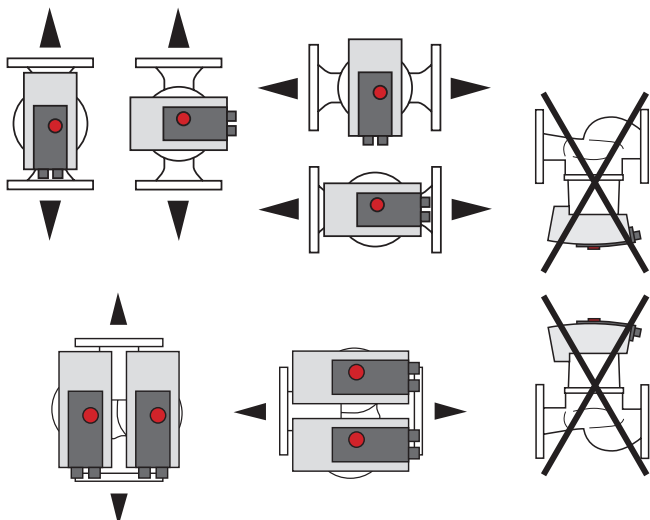

Fig. 4: Megengedett beépítési helyzetek
1. Ellenőrizze a megengedett beépítési helyzeteket → Fig. 4.